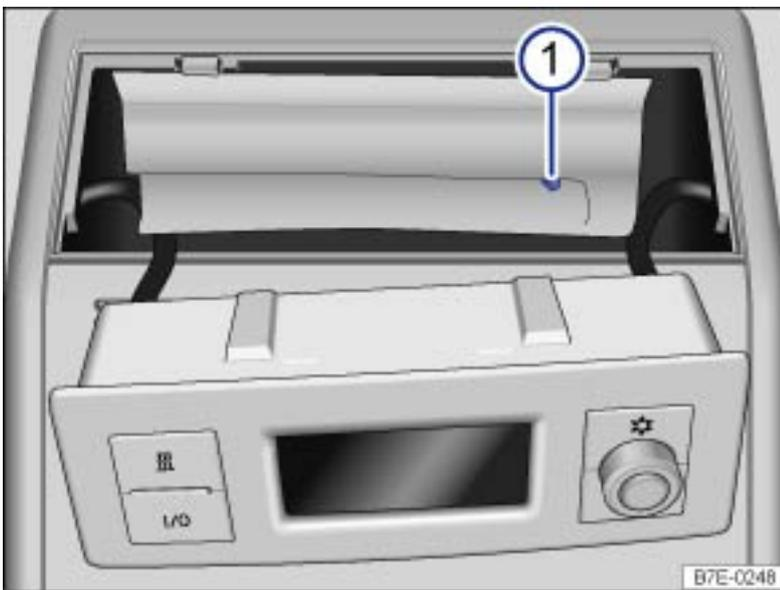

Fig. 7 Actionnement d'urgence du toit relevable avec unité de commande centrale retirée
Effectuez les préparatifs ⇒ Préparations au verrouillage d'urgence du toit relevable électrique. Perforez le matériau d'imperméabilisation au niveau du repère ⇒ Fig. 7① à l'aide du tournevis.